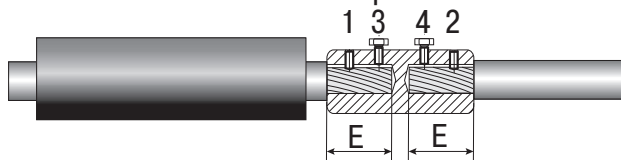

Рисунок 4
- 4.11 При соединении жил гильзами со срывными болтами удалить изоляцию с жил на длине Е (рисунок 4).
- 4.13.2 Установить на соединяемые жилы гильзу до упора в изоляцию и подтянуть от руки болты в порядке 1-2-3-4 (рисунок 4).